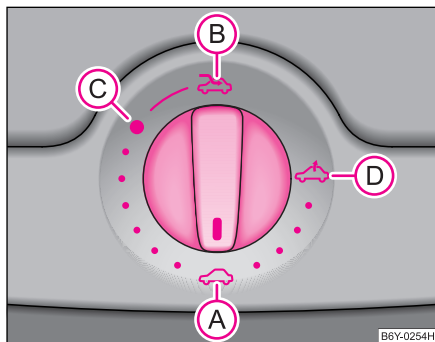

Fig. 31 Comutator rotativ pentru trapa/plafonul glisant electric
Trapa/plafonul glisant se poate deschide și închide când contactul este pus, de la comutatorul rotativ ♡ fig. 31. Comutatorul rotativ are mai multe poziții.
– Rotiți comutatorul în poziția (C) ♡ fig. 31.
– Rotiți comutatorul în poziția  ♥ pagina 52, fig. 31.
Plafonul glisant este prevăzut cu protecție la suprasolicitare. Plafonul glisant se oprește și se întoarce câțiva centimetri, dacă întâlnește un obstacol în procesul de închidere (de ex. gheață). Puteți închide trapa fără activarea protecției la suprasolicitare apăsând comutatorul în poziția  ♥ pagina 52, fig. 31 în față, până când trapa se închide complet ♥ .
După fiecare acționare de urgență (cu manivela) trapa trebuie adusă în poziția de bază. De aceea trebuie să rotiți comutatorul în poziția **A** ♥ pagina 52, fig. 31 și să îl apăsați în față cca. 10 secunde. ■